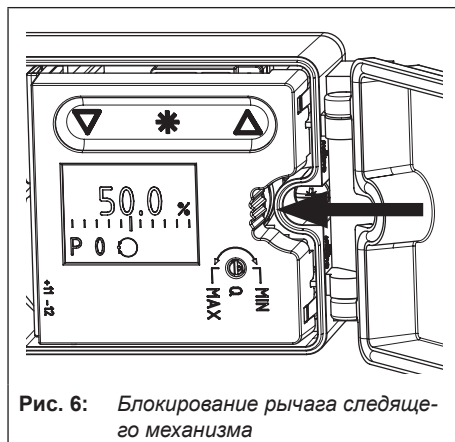

Рис. 6: Блокирование рычага следящего механизма
4. Ход 15 мм: на рычаге М (1) с обратной стороны позиционера штифт следящего механизма (2) остаётся в положении 35 (состояние при поставке). **Ход 7,5 мм:** освободите передающий штифт (2) из положения 35, переустановите в отверстие для положения 25 и закрепите.
5. Установите фасонное уплотнение (15) в паз корпуса позиционера.
6. Установите позиционер на привод таким образом, чтобы следящий штифт (2) расположился на верхней стороне зажима следящего механизма (3). Нажмите на ребристую поверхность на боковой стороне позиционера, как показано на Рис. 6, чтобы зафиксировать рычаг датчика в верхнем положении через расположенный за ним вал. Рычаг (1) должен укладываться на зажим следящего механизма усилием пружин.
чтобы зафиксировать рычаг в верхнем положении через расположенный за ним вал (см. Рис. 6).